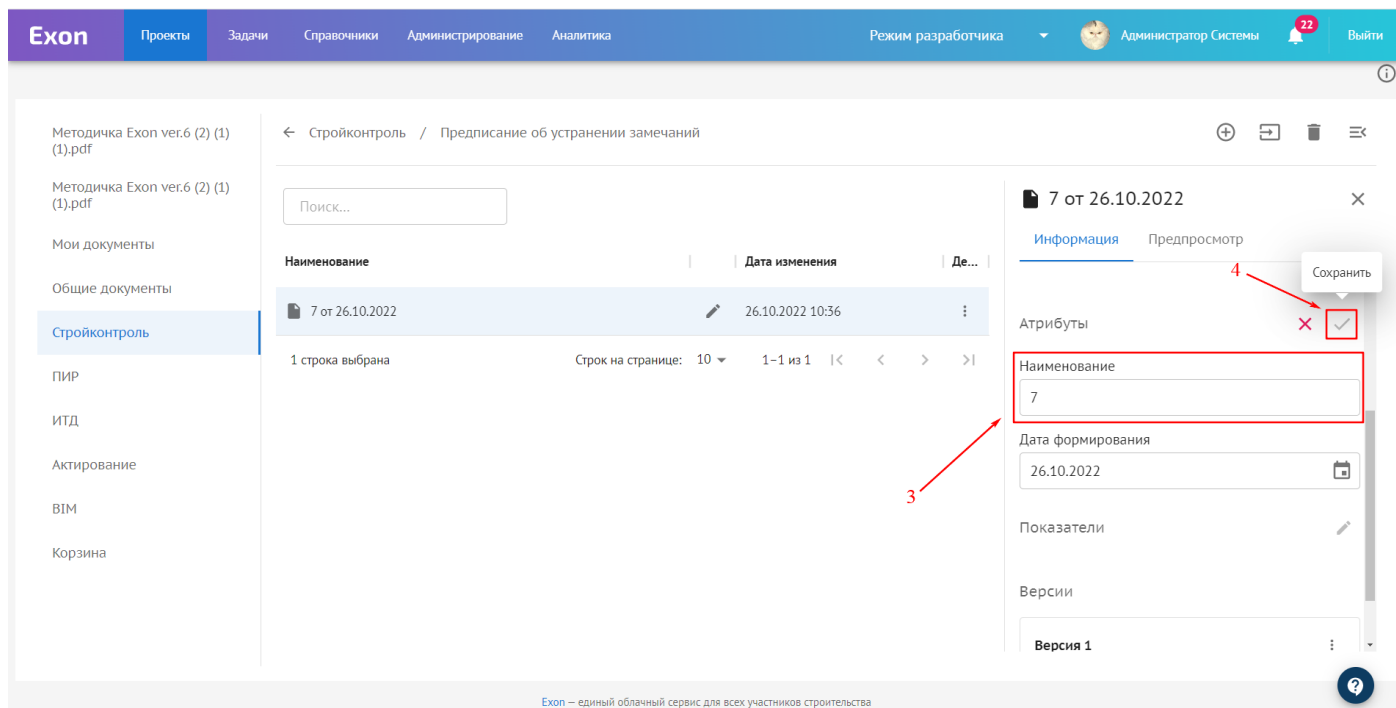

Рис. 48 – Редактируемые атрибуты
2. Изменить необходимую информацию (3) (рис. 48);
3. Нажать на галочку для сохранения изменений (4) (рис.48).